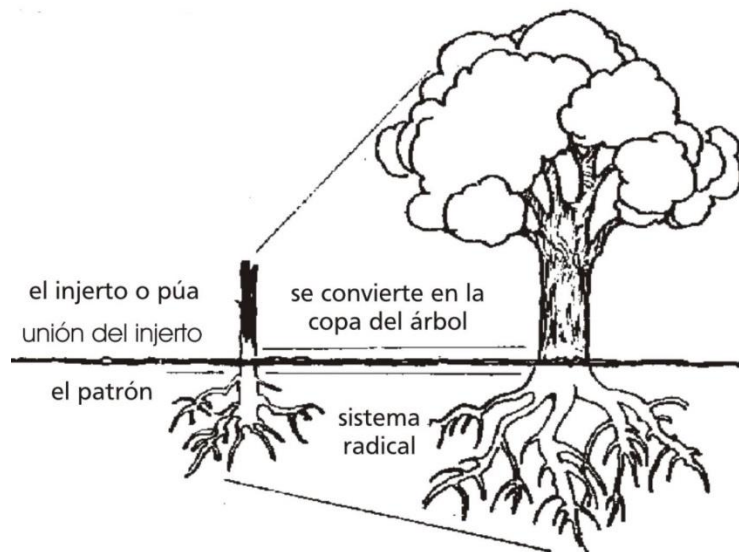

Figura 1. Partes de un árbol injertado
- Una parte es originada de semilla, una estaca enraizada o un acodo a la que se conoce como patrón que conformará el tronco y las raíces del árbol (Figura 1); esta parte se debe de caracterizar por su capacidad de desarrollo del sistema radicular, tolerancia a condiciones ambientales (sequía, inundaciones) y problemas sanitarios.